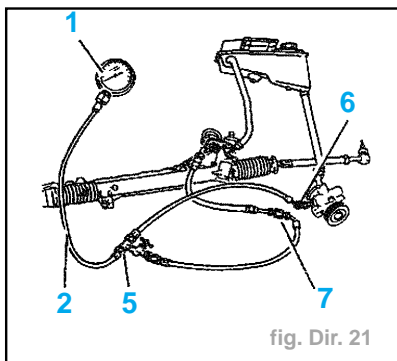

fig. Dir. 21
- Monter les raccords (6) et (7) (fig. Dir. 21).
- Brancher le manomètre (1)
- Le robinet (5) permet de fermer l'alimentation de la valve.
- Déposer la pince à durits (8),
- Fermer le robinet (5) pendant 15 s (fig. Dir. 21).